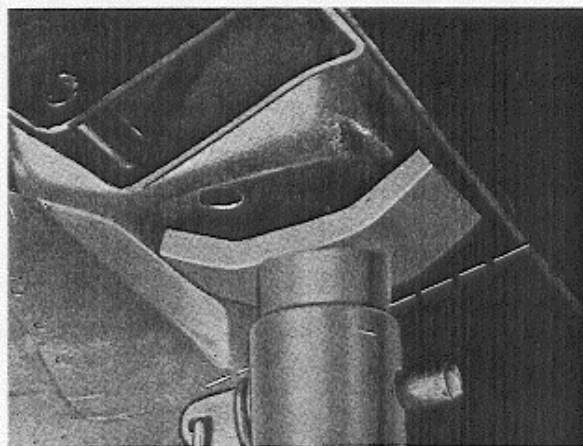

Abb. 5. Ansatzpunkt für Wagenheber, hinten
1. Radzierdeckel abnehmen und die Radmuttern etwas lösen. Fahrzeug gemäß Abb. 5 vor den hinteren Wagenheberstützen aufbocken. Hinterrad ausbauen.
1. Radzierdeckel entfernen. Radmuttern etwas lösen. Hinterachse gem. Abb. 5 vor den Wagenheberstützen aufbocken. Hinterrad ausbauen. Stoßdämpfer abschrauben und ausfahren.
1. Fahrzeug gem. Abb. 5 vor den hinteren Wagenheberstützen aufbocken. Wagenheber stehen lassen.